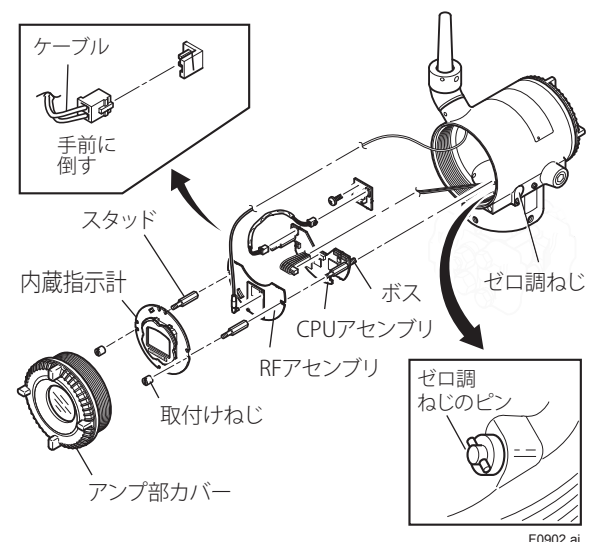

図9.2 内蔵指示計およびCPUアセンブリの取付けおよび取りはずし
内蔵指示計を交換するための手順を以下に述べます (図 9.2 参照)。
RF アセンブリを交換するための手順を以下に述べます (図 9.2 参照)。
CPU アセンブリを交換するための手順を以下に述べます (図 9.2 参照)。
- ① カバーを取りはずします。
- ② ゼロ調ねじのピンが図 9.2 のような位置になるように合わせます。
- ③ 電源ケーブル (先端に茶色のコネクタが付いているケーブル) をはずします。
その際、CPU アセンブリ側のコネクタの側面を軽く横に押し、ケーブル側のコネクタを引抜きます (図 9.2 左上図参照)。